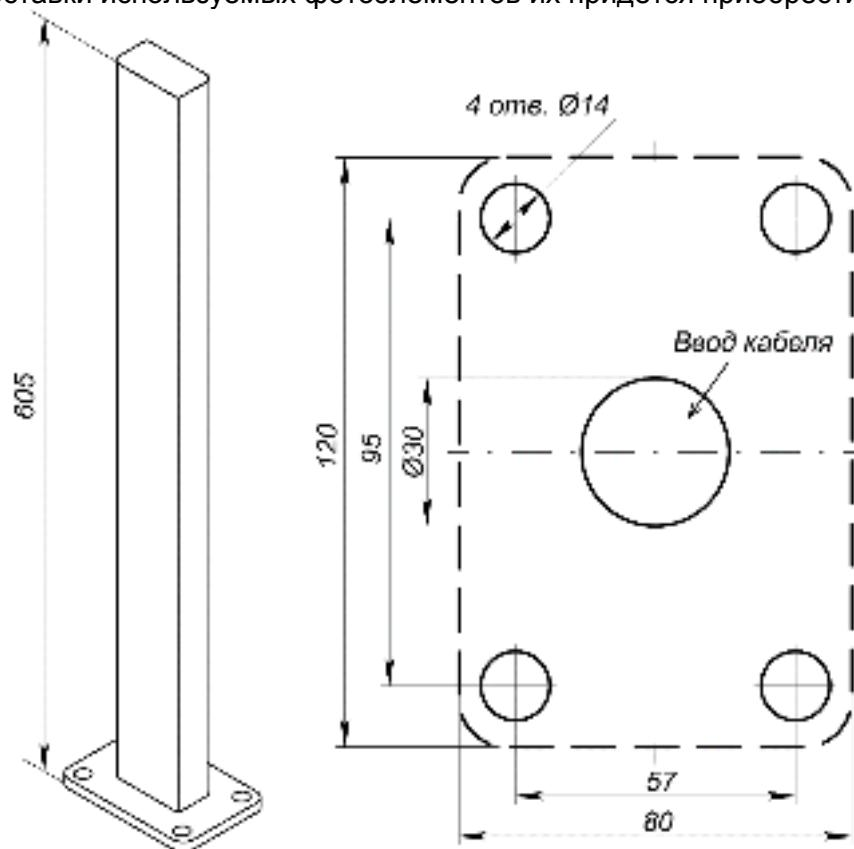

Рисунок 22. Внешний вид и схема разметки отверстий для установки стойки для фотоэлемента безопасности **PERCo-GDS1**
Фотоэлементы безопасности могут устанавливаться на стойках **PERCo-GDS1** (входит в дополнительный комплект поставки) (см. рис. 22).
2. Выполните в установочной поверхности отверстия под анкерные болты в соответствии с разметкой (см. рис. 22), а также штробы для проводов питания и соединения при необходимости.